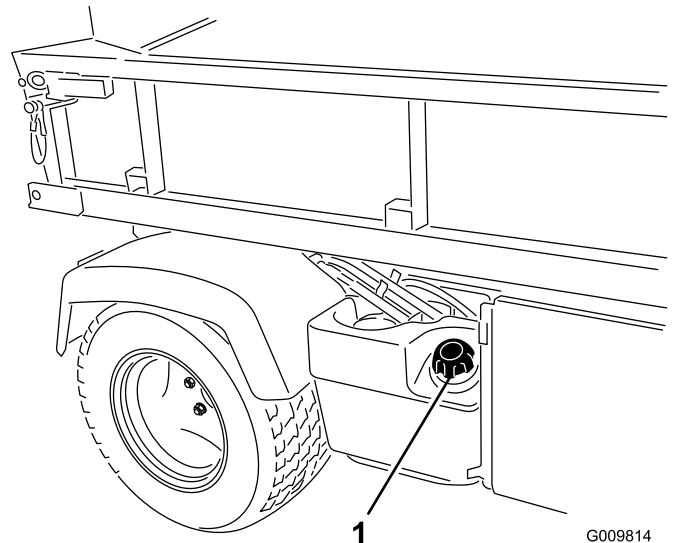

Bild 18
2. Schrauben Sie den Tankdeckel ab (Bild 18).